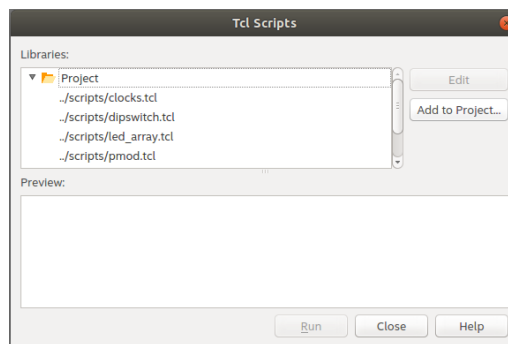

Abbildung 4: Tcl Scripts Dialog in Quartus Prime
2. Fügen Sie die Tcl-Skripte dem Quartus-Projekt hinzu. Dazu gehen Sie auf „Tools → Tcl Scripts...“. Es öffnet sich der Dialog in Abb. 4.